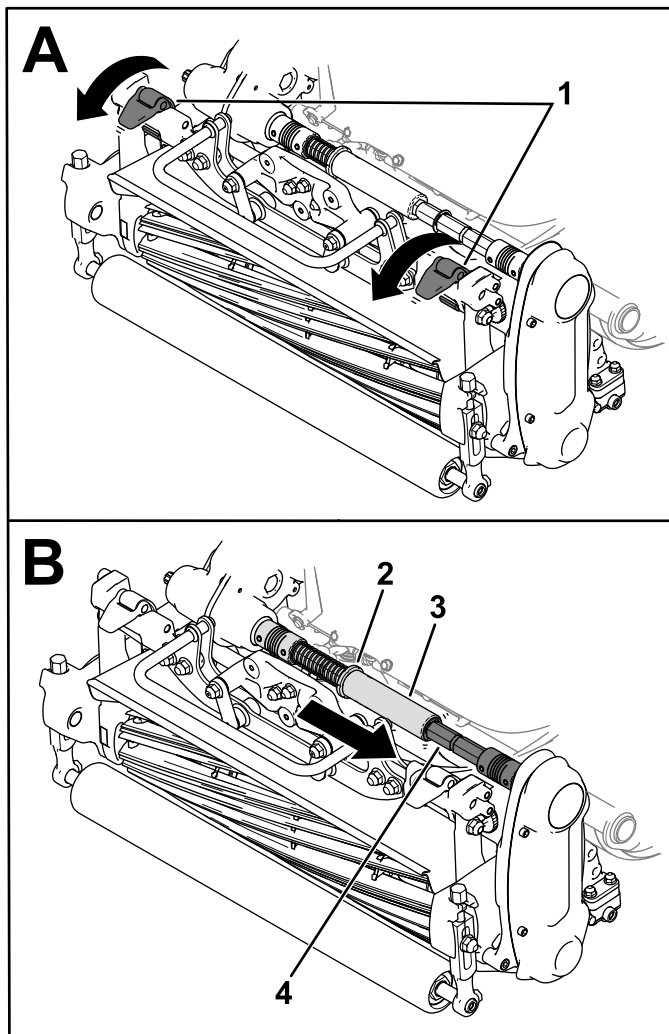

Bild 37
3. Bewegen Sie die Aufhängeriegel nach unten, um das Mähwerk an der Maschine zu befestigen (Bild 37).
4. Bewegen Sie den Bund aus der Nut der Kupplungswelle des Getriebes und führen Sie das Sechskantrohr in die Kupplungswelle des Mähwerks ein (Bild 37).